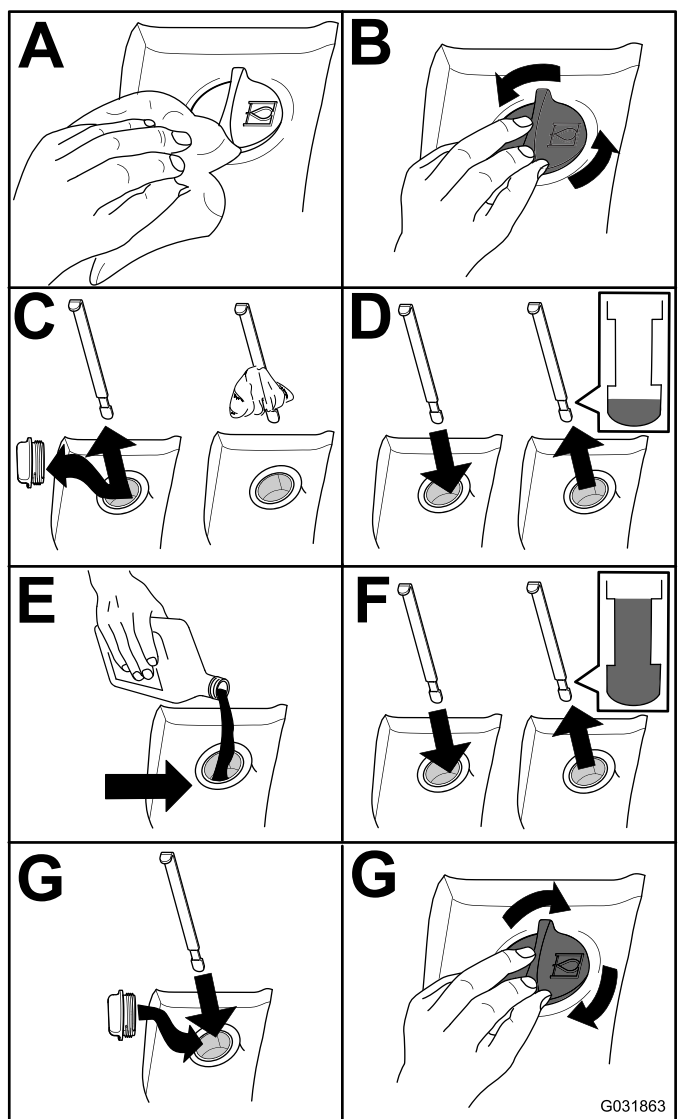

Figura 103
- Compruebe el nivel de fluido hidráulico (Figura 103).